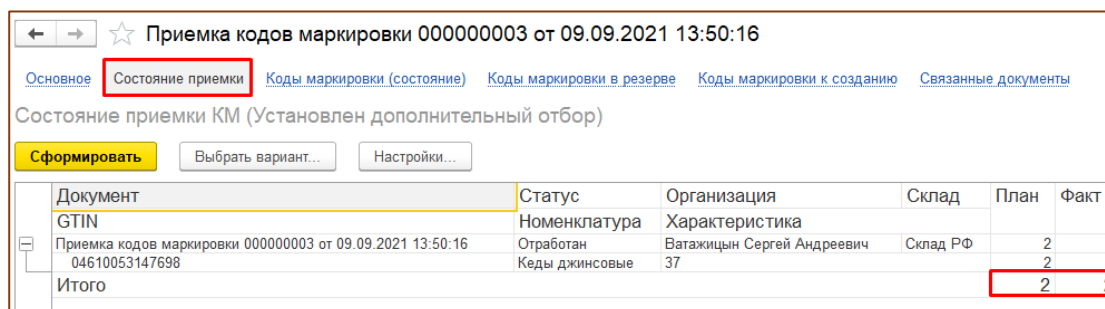

Рис. 12.8 - Состояние приемки
На вкладке «Состояние приемки» можно увидеть статус документа и количество товара (Рис. 12.8).
3. После того как будут отсканированы КМ и КА необходимо перейти в пункт «Параметры выгрузки» (Рис. 12.8).